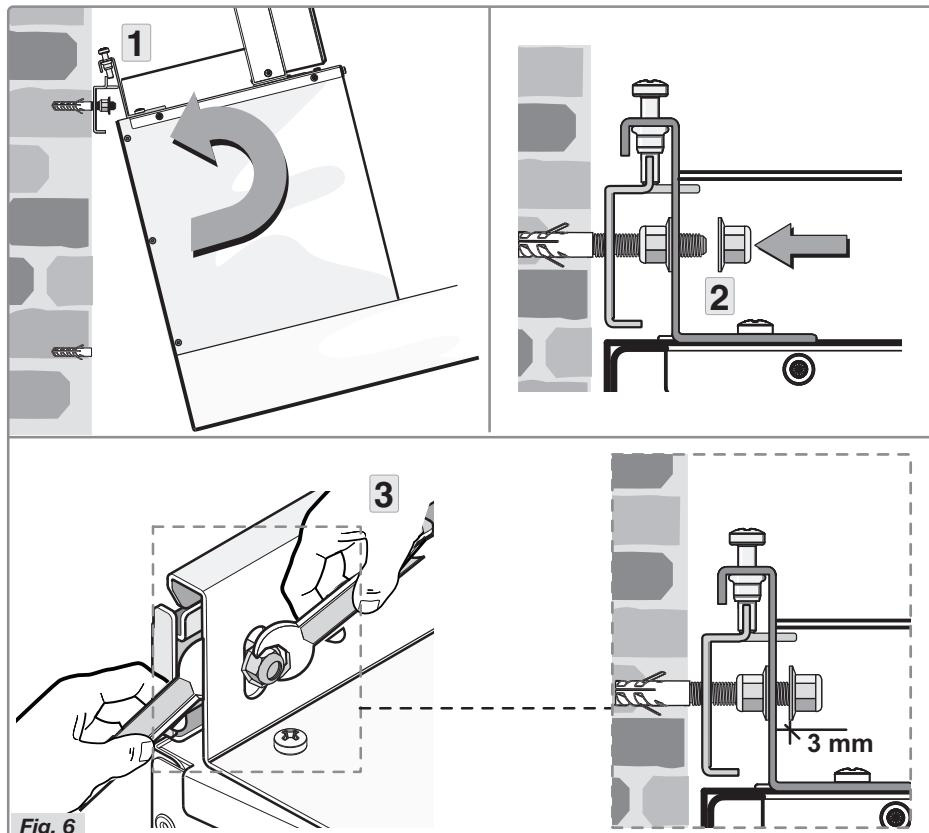

Fig. 6
- Tipp hetten litt og hekt den sikkert på braketten, som illustrert (Fig. 6 trinn 1).
- Posisjoner ovnshetten og fest den til braketten ved å sette mutter på skruen (Fig. 6 trinn 2).
- Hold en passende nøkkel i én hånd og bruk en annen nøkkel i den andre hånden til å skru til mutteren (Fig. 6 trinn 3). Avstanden mellom mutter og brakett skal være minst 3 mm.